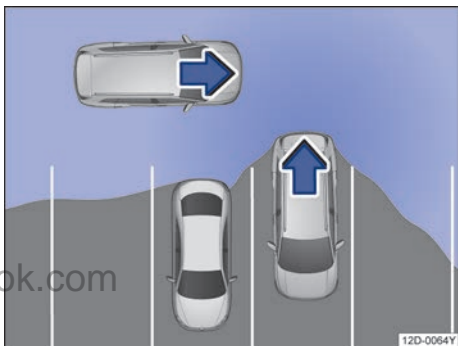

图 130 驶出车位辅助示意图：车辆驶出停车位时的四周监控范围
- 全景摄像系统视图 130
系统识别后方和侧面区域正在接近或移动的物体→图 130 并警告驾驶员有障碍物→第 132 页。